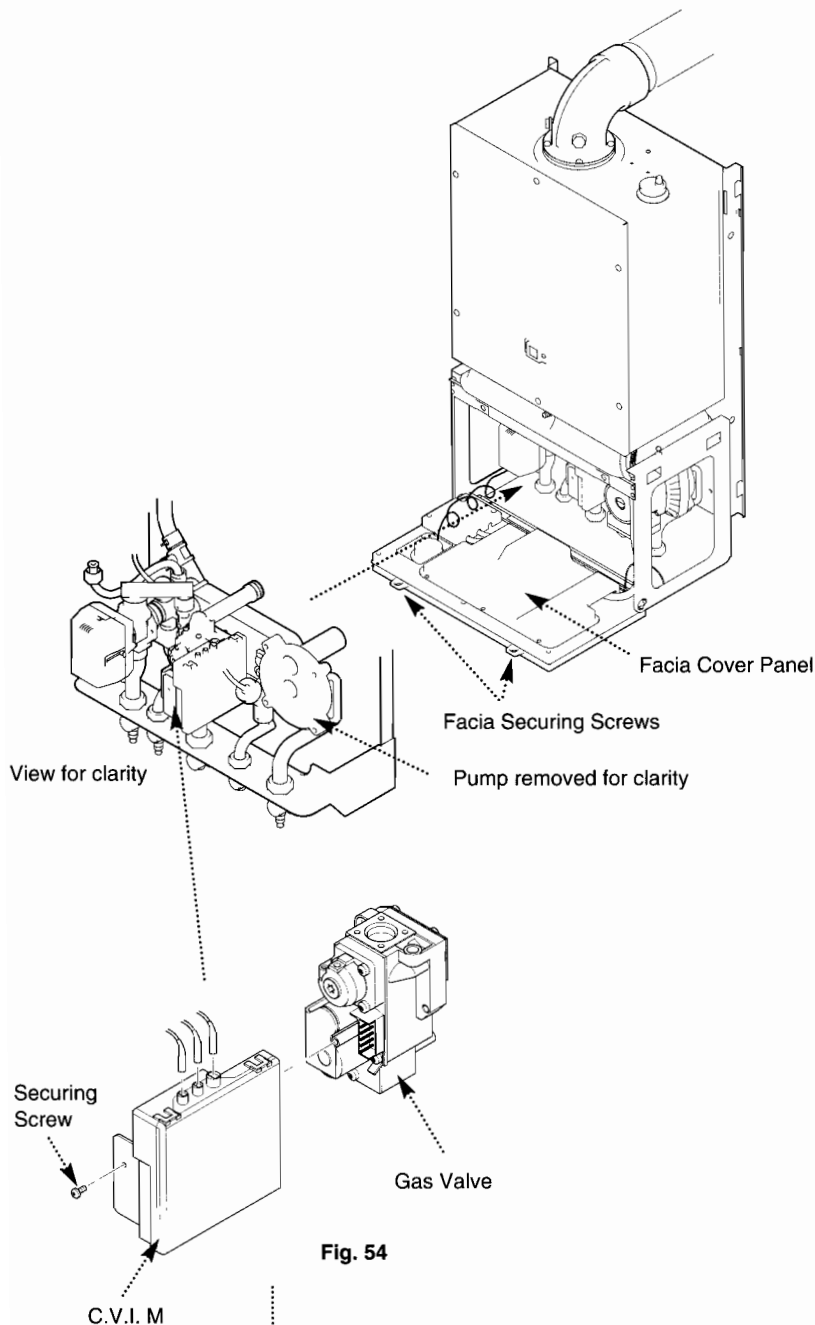

Fig. 54
13.9 Gas Valve (Figs. 54 & 55)